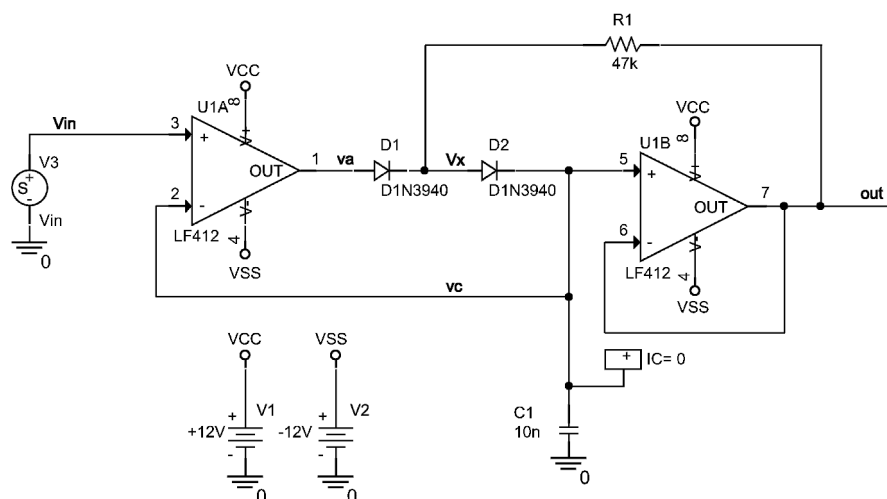

图 7.13 峰值检波电路
如图 7.13 所示为峰值检波电路, 其中输入信号源 V_{in} 由 Sourcstm 库中的激励源编辑器生成, 或者为 file 文件输入的时间 - 电压波形。下面对以上两种方式进行详细讲解。
1. 创建名称为 Peak Detector 的仿真项目, 然后绘制如图 7.13 所示的电路图。如果用户所用仿真软件为演示版, 运算放大器型号选择 uA741。